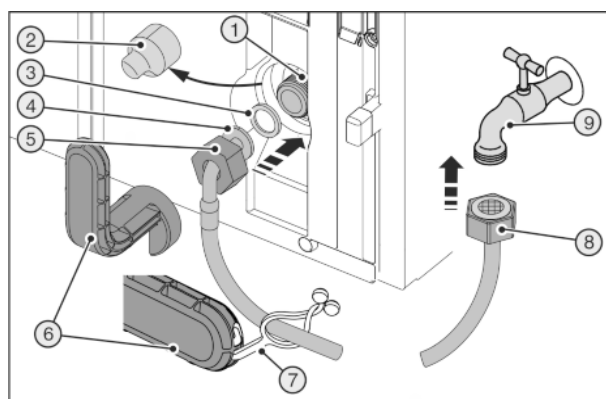
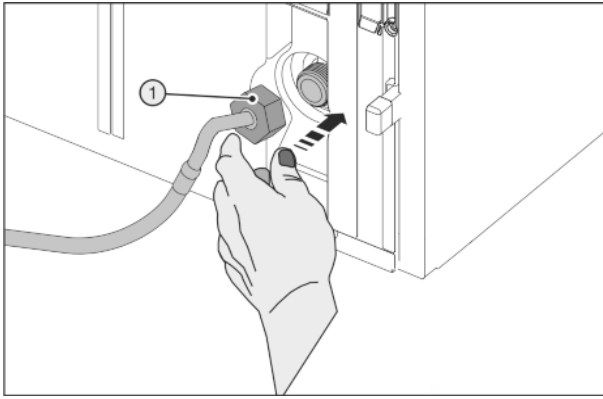

Fig. 48
Fig. 49
Törött segédszerszám Fig. 48 (6)!
- ▶ Kizárólag szobahőmérsékleten használja a segédszerszámot Fig. 48 (6).
- ▶ Húzza le a burkolatot Fig. 48 (2).
- ▶ Egyszerűsített szerelés: Fektesse a tömlő egyenes végét Fig. 48 (8) bal felé a padlóra.
- ▶ Tolja fel teljesen az anyát Fig. 48 (5) a meghajlított tömlővéghöz Fig. 48 (4), és tartsa meg.
- ▶ Nedvesítse meg a tömítést Fig. 48 (3), és nyomja be az anyába Fig. 48 (5).
- ▷ A tömítés Fig. 48 (3) besimul, és a helyén marad.
► Óvatosan tegye fel az anyát Fig. 49 (1), és két ujjal, egyenesen tartva csavarja fel a menetre, míg biztosan ül a helyén.
► Húzza meg az anyát Fig. 49 (1) a segédszerszámmal Fig. 48 (6) az óramutató járásával megegyező irányban, míg el nem éri a maximális nyomatékot, és a segédszerszám Fig. 48 (6) leforog.
► Csavarja fel az anyát Fig. 48 (8) az elzáró szelepre Fig. 48 (9).
► Húzza meg az anyát Fig. 48 (8) a segédszerszámmal Fig. 48 (6) az óramutató járásával megegyező irányban, míg el nem éri a maximális nyomatékot, és a segédszerszám Fig. 48 (6) leforog.
► Nyissa ki a vízellátás elzáró csapját Fig. 48 (9), és ellenőrizze a teljes vízrendszer tömítettségét.
► Akassza be a fület Fig. 48 (7) a segédszerszámba Fig. 48 (6), és tárolás céljából rögzítse a rozsdamentes acél-tömlőn.